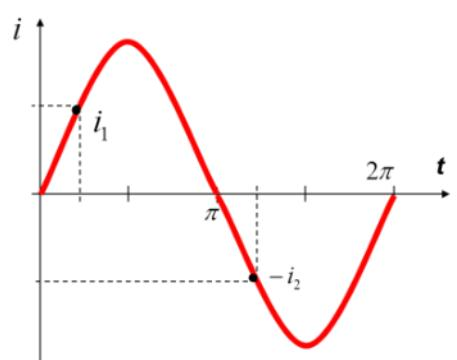

рис.4
5. *Мгновенные значения* тока i , напряжения u , эдс e (рис.4) – значения этих величин в любой момент времени. Изменяются по синусоидальному закону: